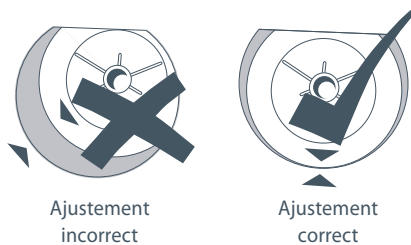

Fig.7
- 5 Ouvrez le couvercle et vérifiez le tambour de la laveuse pour vous assurer qu'il est bien centré et légèrement vers l'avant (Voir Fig.7).